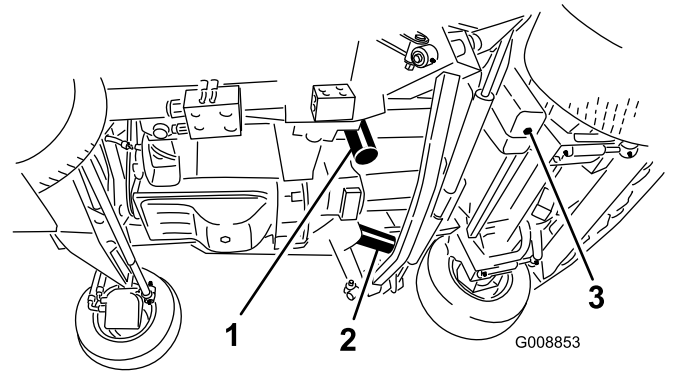

Figura 89
3. Retire el tapón de vaciado (Figura 89) de la parte inferior del depósito y deje que se drene el aceite hidráulico al recipiente. Coloque el tapón de vaciado cuando el aceite hidráulico se haya drenado.
4. Limpie alrededor de la zona de montaje de los filtros. Coloque un recipiente debajo del filtro y retire el filtro (Figura 89).